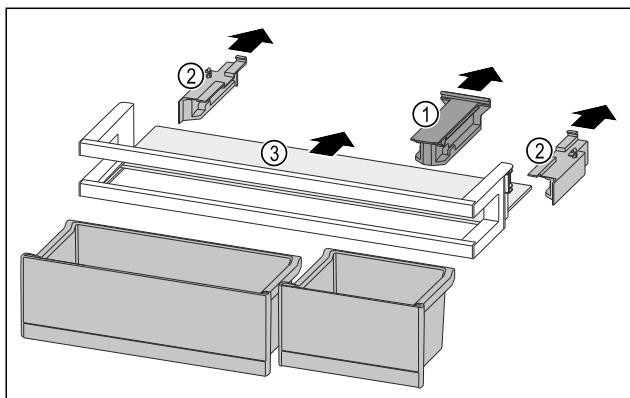

Fig. 92
- ▶ Trekk av holdedelen Fig. 92 (1).
- ▶ Trekk av sidedeler Fig. 92 (2).
- ▶ Fjern oppstillingsplassen Fig. 92 (3).